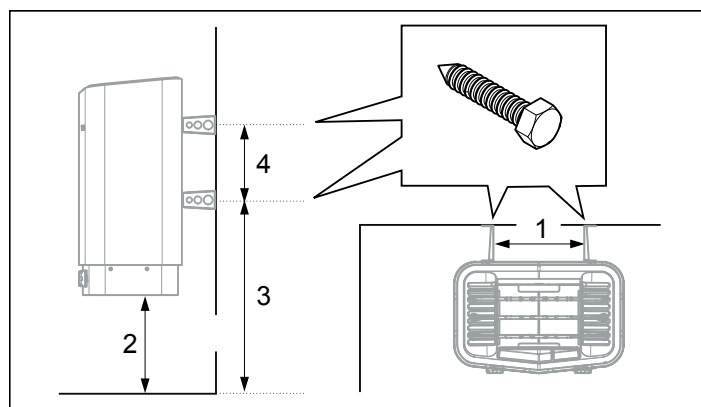

Fig 8: Cotes
6. Poser les vis pour support d'après les cotes se Fig 8.